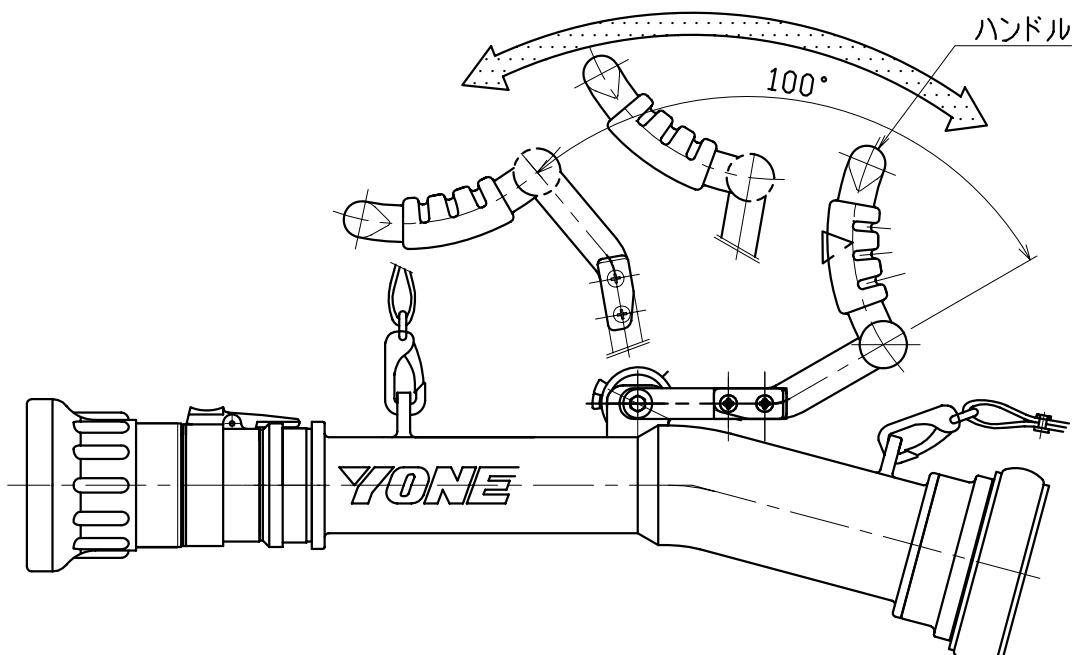

図2-4 ハンドル可動域(P EH-65K+ダブコン)
- ハンドルの位置は約10°ずつ調整でき最大で100°変更することが出来ます。(図2-4参照)